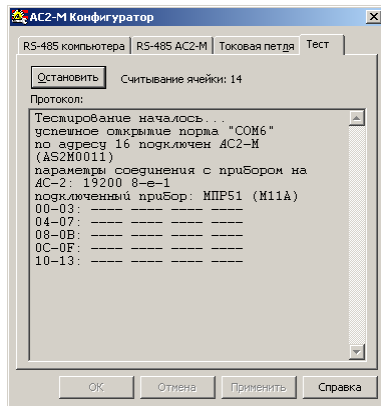

Рисунок 9.5 - Конфигуратор AC2-M. Вкладка «Тест», проведение тестирования
9.8 Вкладка «**Тест**» (рис. 9.5, 9.6) служит для тестирования рабочих параметров преобразователя и информационного обмена между преобразователем и подключенным через него в сеть RS-485 прибором. В результате тестирования в поле вкладки печатается протокол тестирования.